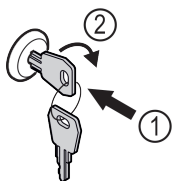

Fig. 169
- ▶ Пъхнете ключа Fig. 169 (1).
- ▶ Завъртете го на 90° по посока на часовниковата стрелка Fig. 169 (2).